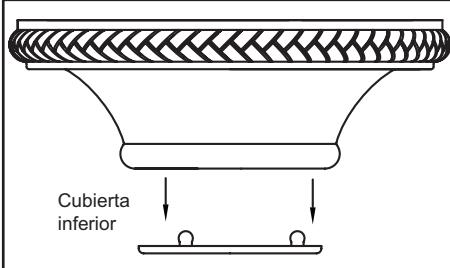

Figura 8
CUANDOMONTESELVENTILADORENUNTECHO INCLINADO, DEBES USAR EL METODO DE MONTAJE CON TUBO BAJANTE Y BOLA ESTÁNDAR. LA PLACA DE MONTAJE DEBE ESTAR INSTALADA DE MANERA TAL QUE LAS ABERTURAS EN FORMA DE RANURA QUEDEN EN EL LADO INFERIOR, DESLIZANDO LA PLACA DE MONTAJE DESDE LA PARTE SUPERIOR HACIA ABAJO. SI EL ÁNGULO DE MONTAJE ES MAYOR, RETIRA LA CUBIERTA INFERIOR DECORATIVA DE LA CUBIERTA (FIGURA 8).
3. Retira la cubierta decorativa de la tapa inferior de la cubierta oprimiendo los tres pernos (Figura 8).